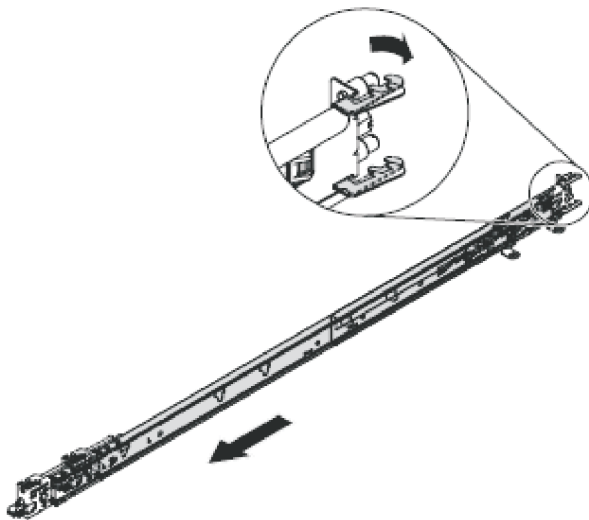

Figura 68. Abrindo os ganchos do trilho deslizante traseiro
2. Abra os ganchos do trilho deslizante traseiro, conforme mostrado em Figura 68 na página 97.